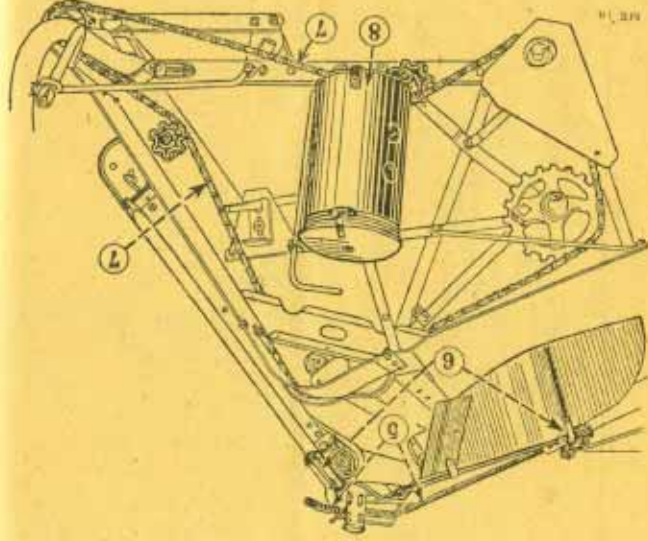

Abbildung Nr. 24
Das weitere Aufstellen halbmontierter Bindemäher erfolgt gemäß den Anweisungen auf den Seiten 26 bis 45, wobei die Elevatorkette (Abbildung Nr. 24, Position 7) bereits montiert ist.
5. Oberes und unteres Ende des Stoppelglattehebels zusammenschrauben. Hebel durch den U-Bolzen am Peltschenhalter (siehe auch Abbildung Nr. 24) stecken und an der Stoppelglatte-Verlängerungslitze befestigen, wie Abbildung zeigt.